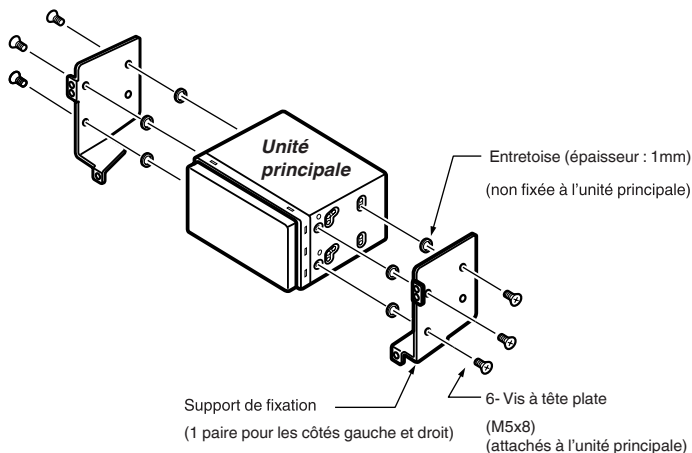

Figure 5
1. Lorsque vous installez l'unité principale dans des véhicules NISSAN, servez-vous des pièces fournies avec le véhicule et suivez les instructions indiquées à la figure 5. Lorsque vous installez l'unité principale dans des véhicules TOYOTA, servez-vous des pièces fournies avec le véhicule et suivez les instructions indiquées à la figure 6.